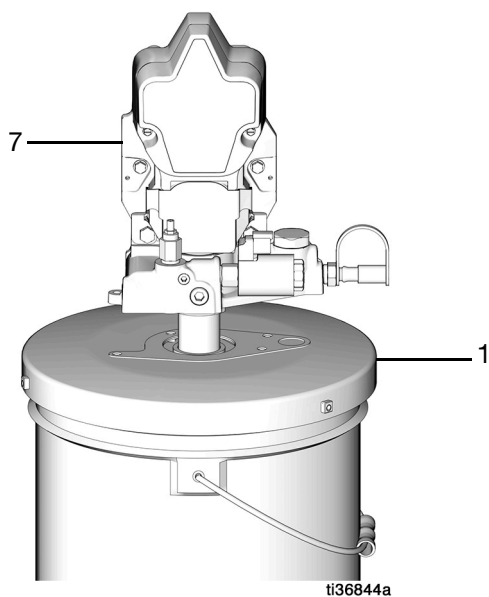

Рис. 8
8. Установите насос (7) сверху крышки, проведя его через прокладку и крышку для бочки (1) (Рис. 8).